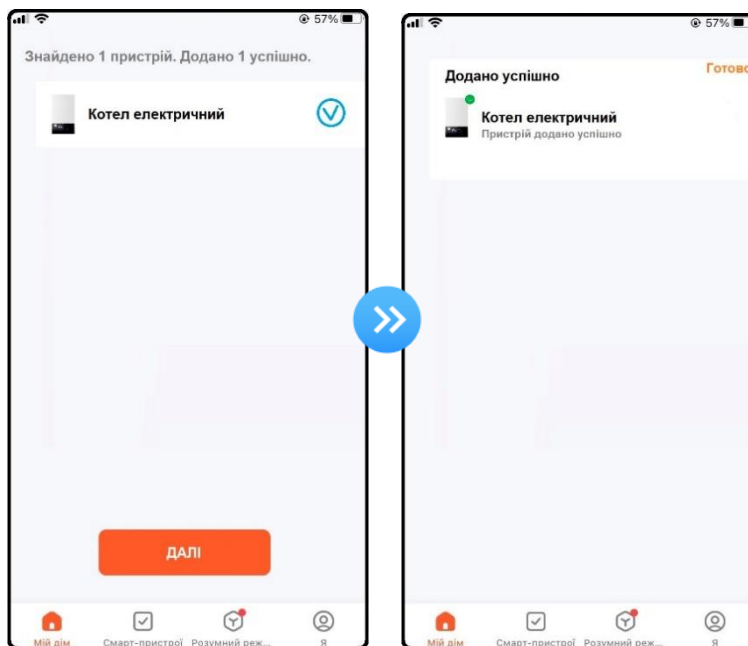

Рисунок 27
9. Знайти зображення електричного котла, а потім натиснути на його зображення, щоб безпосередньо увійти в стан підключення пристрою. Інтерфейс користувача виглядає наступним чином (рис.27):